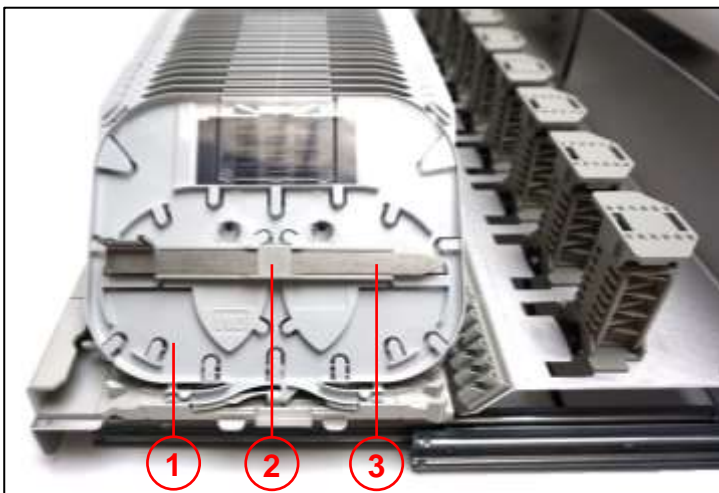

Abb. 14
- Regelbelegung: Die ersten sechs EMK-Steckplätze (2) freilassen (Reserve).
- **Erste EMK (3) auf Steckplatz sieben mit der Crimpspleißablage nach rechts einsetzen (kein Werkzeug nötig, Abb. 14).**
- L Im Klarsicht-Deckel (nicht dargestellt) - Befestigungsbohrung für Werkzeughalter (**Abb. 14**)